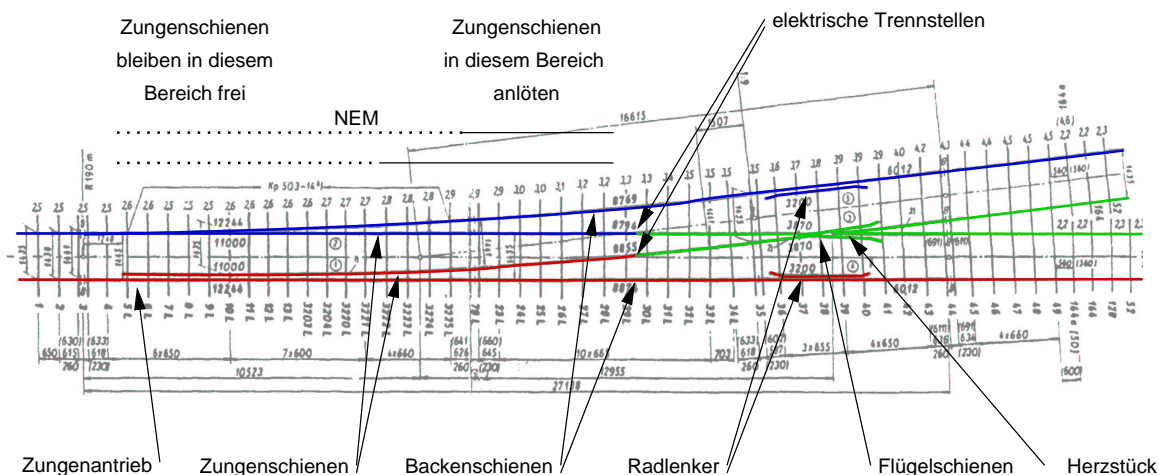

Abbildung 2: Weichenplan
Die Löcher zum Montieren der Schablone und der Schwellenzwischenraum wo der Antrieb auf die Zungen einwirkt, sind frei zu halten (s. Abbildung 2 auf der vorherigen Seite). Das vorzeitige Einschottern bedingt ein sauberes Auflöten der Schienen. Es ist zu überprüfen ob Lötzusätze den Schotter verändern können. Mit SMD-Lötpaste ist ein sauberes Arbeiten gut möglich.
5. Nun wird der Schwellenzwischenraum zwischen erster und zweiter Gleitplatte im Bereich des Zungenantriebs zwischen den Schienen mit einem Fräser entfernt. Der betreffende Schwellenzwischenraum ist in Abbildung 2 auf Seite 5 mit dem Pfeil »Zungenantrieb« gekennzeichnet.
Die Länge ist so zu bemessen, dass die Zunge kurz vor den Gleitplatten anfängt und aufhört, bevor die beiden Zungen auf einer gemeinsamen Cu-Platte verlötet werden. Dies dient der elektrischen Trennung (siehe Abbildung 2 auf Seite 5). Man fertigt sie aber besser zunächst länger an und kürzt die Zunge erst dann, wenn die Zungenspitze fertig bearbeitet ist. So kann man auch an der Spitze noch etwas abtrennen bis einem die Spitze gefällt und die Zunge gut anliegt
Die Position dieser Bearbeitungsstelle (»B«) liegt vor der letzten Lötstelle (siehe Abbildung 2 auf Seite 5). Diese Stelle sollte man beim Bau einer N Weiche vom Vorbild übernehmen.
2. Festen Bereich der Zungenschiene anlöten. Siehe Abbildung 2 auf Seite 5.; Schablone ausbauen;
4. Das Stellplättchen für den Zungenantrieb unter dem Rost (Abbildung 2 auf Seite 5) montieren. Diese besteht aus einem rechteckigen Platinenrest (ca. 5 × 12 mm). Die Cu-Schicht wird zur elektrischen Trennung in der Mitte entfernt. Dann werden mehrere 0,5 mm-Lochpaare in die beiden Cu-Plättchen in leicht unterschiedlichen Abständen von ca. 7 mm ± 0,5 in dieses Cu-Plättchen gebohrt. Auf den beiden Cu-Plättchen lassen sich die Stelldrähte nun anlöten. Dabei steckt man sie durch ein Lochpaar, dass das gewünschte Rillenmaß ergibt. Die 0,5 mm-Löcher ergeben auch noch etwas „Luft“ zum Einstellen der Zungenablage. Die abliegende Zunge soll etwas mehr als die nötige Rillenweite abliegen. Die Stelldrähte auf der Unterseite kürzen. Die Stellschwelle soll man sofort nach